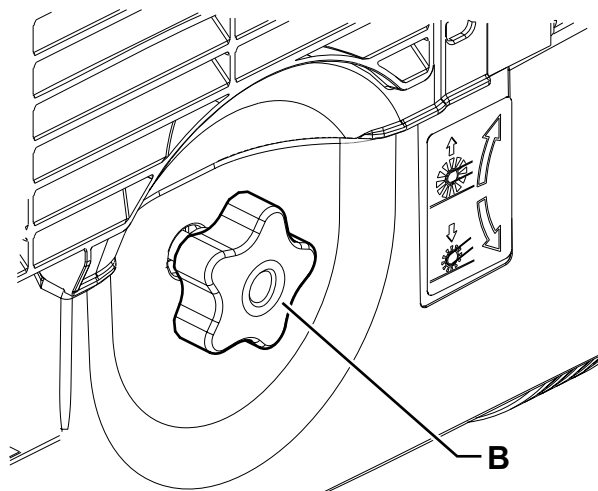

Рис. 2
11. Измерьте ширину отпечатка главной щетки (А, Рис. 2) - она должна составлять от 2 до 4 см.